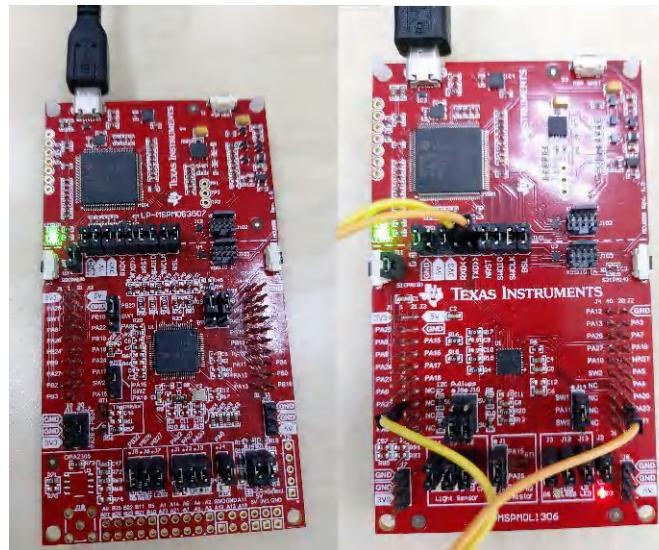

图 4-7. LaunchPad 套件连接 (左 : LP-MSPM0G3507 , 右 : LP-MSPM0L1306)
- 将目标器件和 XDS110 连接到 PC。使用 LaunchPad 套件中集成的 XDS110 时，请将 Micro USB 电缆连接到 PC，如图 4-7 所示。